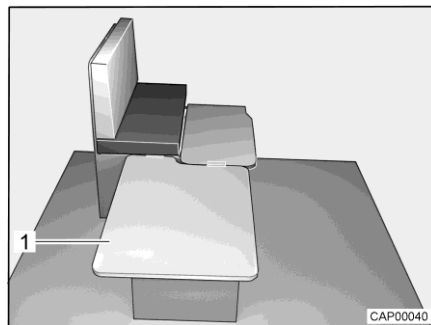

Fig. 45 Pendant la transformation
- Accrocher la planche amovible (Fig. 45,1) le long de la banquette et la poser sur la table.